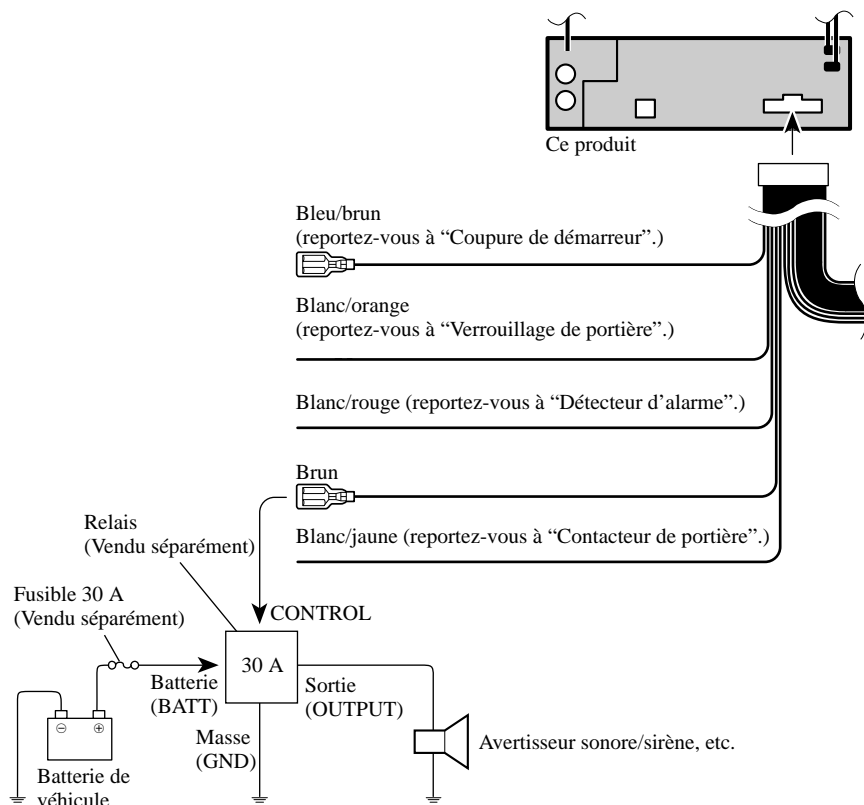

Fig. 6
■ Brun (Sortie d'alarme, ALARM OUTPUT) (Fig. 6)